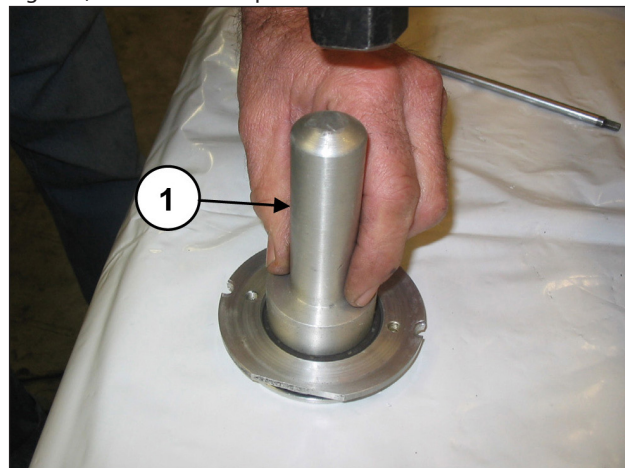

Fig. 139
Monte a junta do óleo na tampa da junta do óleo (pos. ①, Fig. 139) usando um tampão cód. 27910900.